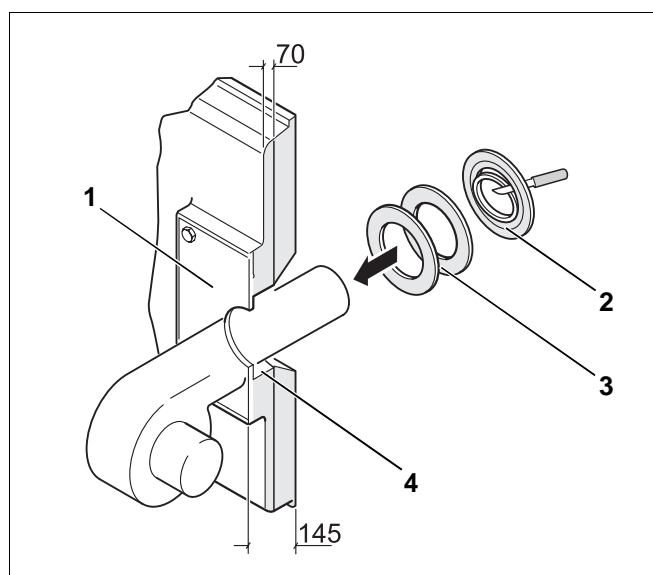

Рис. 32
- В пластине под горелку (рис. 32, **поз. 1**) на месте монтажа просверлить или прорезать автогенном отверстие в соответствии с требуемым диаметром трубы горелки. Просверлить отверстия для крепления горелки в соответствии с расположением отверстий на присоединительном фланце горелки.
- Вырезать изолирующие кольца в соответствии с диаметром трубы горелки (рис. 32, **поз. 2**).
- Щель между теплоизоляцией дверцы горелки и трубой горелки (рис. 32, **поз. 4**) заполнить соответствующими изолирующими кольцами (рис. 32, **поз. 3**).